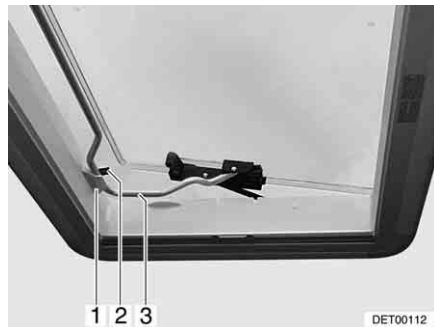

Bild 74 Heki-takluckan i ventilationsläge 2
- Sätt in bygeln (Bild 74,3) i hållaren (Bild 74,1).
- Ställ spaken (Bild 74,2) över bygeln.